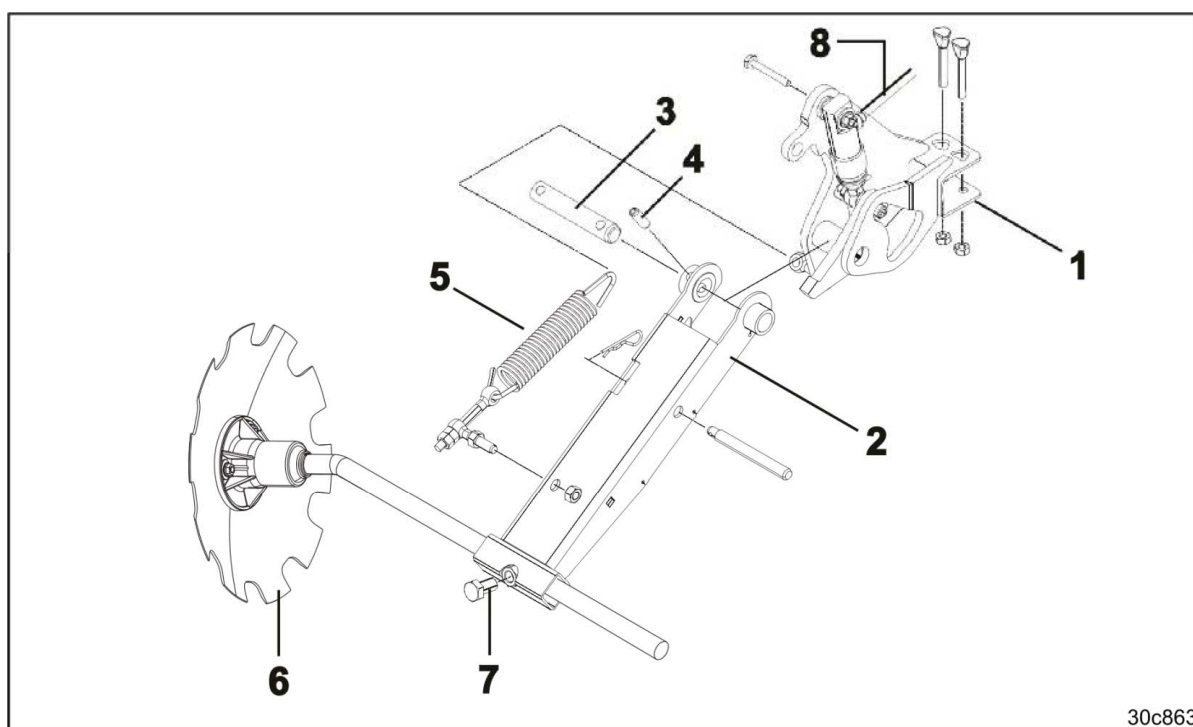

Fig. 75
1. Skru monteringsbraketten (Fig. 75/1) på langfingerharven.
2. Fest sporskivefestet (Fig. 75/2) med en bolt (Fig. 75/3), og sikre med en spennstift (Fig. 75/4).
3. Hekt fast trekkfjæren (Fig. 75/5).
4. Sett sporskiven (Fig. 75/6) i sporskivefestet, og klem fast med en skrue (Fig. 75/7).
5. Koble til hydraulikkslangen (Fig. 75/8) på hydraulikksylinderen.
6. Fest hydraulikkslangen (Fig. 75/8) med buntbånd.
Kjøresporkoblinger med dobbel kobling eller 6-Plus-kobling må bare utstyres med én sporskive (Fig. 75/6). Traktorens sporvidde tegnes så opp på jorden av en sporskive under kjøringen frem og tilbake.